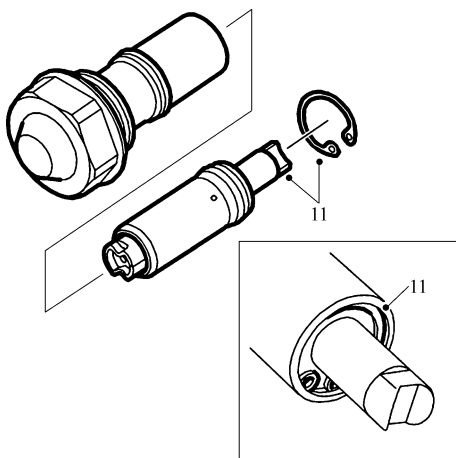

图 7-20 步骤 11) 操作示意图
11) 把张紧器柱塞放入张紧器轴套中，安装卡环，如图 7-20 所示。